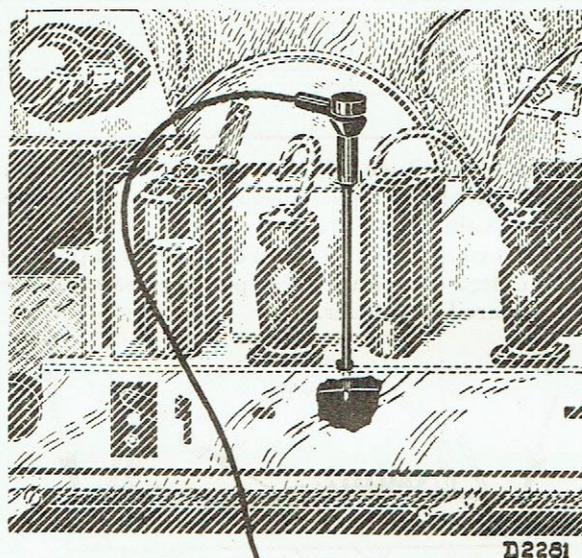

Fig. 6
11. Raccorder le récepteur auxiliaire (fig. 6) via le condensateur de 25  $\mu\mu\text{F}$ ; connecter l'indicateur de sortie à l'appareil auxiliaire et syntoniser sur 546 kc.
6. Raccorder le récepteur auxiliaire (fig. 6) à travers du condensateur de 25  $\mu$ F; connecter l'indicateur de sortie à l'appareil auxiliaire et syntoniser sur 395 kc.